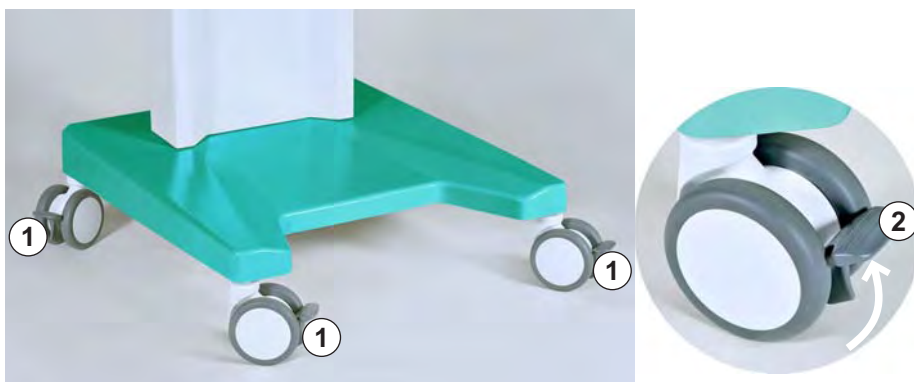

Рис. 4-2 Тормоза на колесах
1. Перед перемещением аппарата необходимо отпустить тормоза всех колес (Рис. 4-2, ①). Для освобождения тормоза поднять рычаг (②, стрелка).